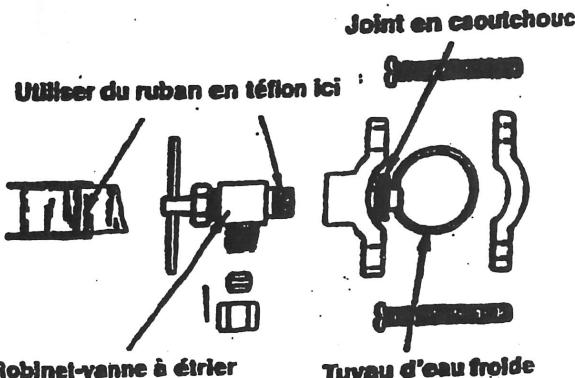

Figure 2
12. Le robinet-vanne se pose sur des tuyaux ayant de 3/8 de pouce à 1-5/16 pouces de diamètre extérieur ou sur un tube en cuivre. Un robinet-vanne de meilleure qualité est inclus avec ce nécessaire. Utiliser le ruban en teflon joint sur les filets du robinet-vanne pour assurer une bonne étanchéité à l'eau. Ne pas utiliser de ruban en teflon sur le raccord de compression. Voir la Figure 2.